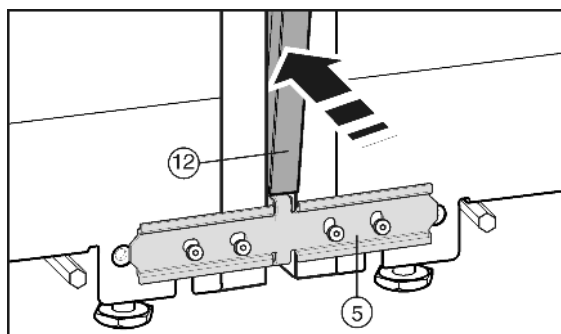

Fig. 9
Inden isætning af afdækningslisten Fig. 9 (12) trykkes listens to skinner sammen over hele længden. Så er det nemmere at føre listen ind i spalten. Benyt en blød klud for at trykke listen ind for at undgå fordybninger i afdækningslistens overflade. Tryk listen omhyggeligt og lige ind i spalten for at opnå en optimal forbindelse.
- ▶ Tryk den lange afdækningsliste Fig. 9 (12) ind i den lodrette spalte på forsiden. Vær opmærksom på, at listen står på forbindelsespladen Fig. 9 (5).